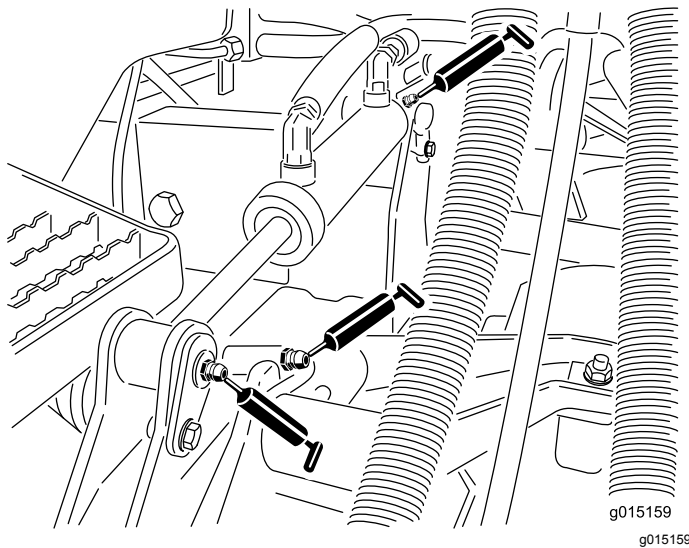

Figure 70
- Bagues de bras de levage (1 par unité de coupe) (Figure 70)
- Bagues de vérin de levage (2 par unité de coupe) (Figure 70)